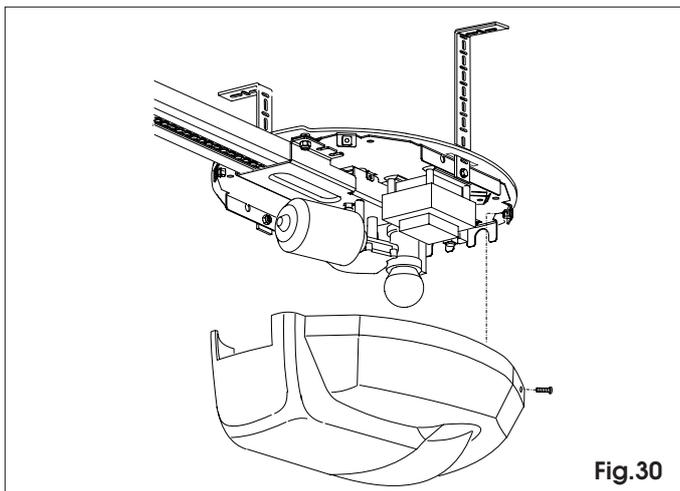

Fig.30
Collegare la terra dell'impianto nel morsetto dedicato(vedi adesivo di identificazione fig. 30 rif. A).
9.6 Bloccare il carter all'operatore utilizzando apposite viti (fig.30).